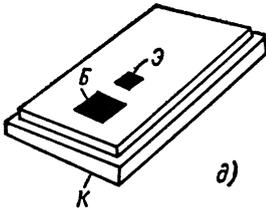

Рис. 131. Последовательные стадии производства планарного транзистора структуры n-p-n.
3. Поверх эпитаксиального слоя наносится изолирующий слой двуокиси кремния (рис. 131, а).
5. Через «окно» с помощью диффузии вводят примеси р-типа (обычно бор) — таким образом формируется зона, служащая будущему транзистору базой (рис. 131, б).
8. Через это отверстие с помощью диффузии вводят примеси п-типа (например, фосфор) — таким образом формируется эмиттер транзистора (рис. 131, в).
12. К маленьким металлическим площадкам припаиваются проволочки, служащие выводами для эмиттера и базы; для коллектора, состоящего из той части эпитаксиального слоя, которая не подверглась воздействию диффузии в предыдущих операциях (операции № 5 и 8), вывод создается путем прикрепления к подложке металлической пластинки (рис. 131, г, д).